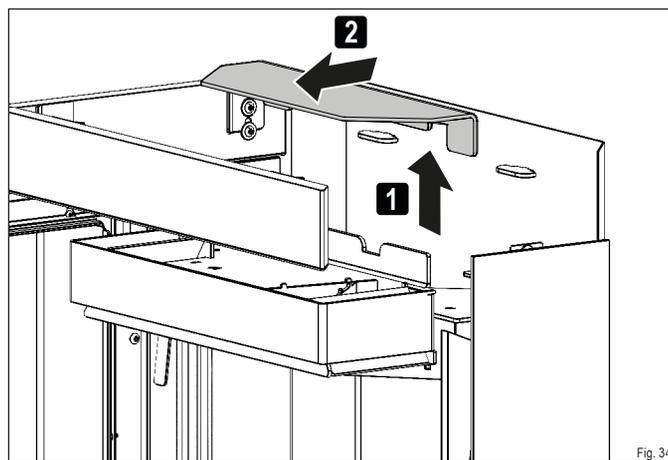

Fig. 34
- ▶ Libérez vers le haut le déflecteur acier supérieur (Fig. 34)